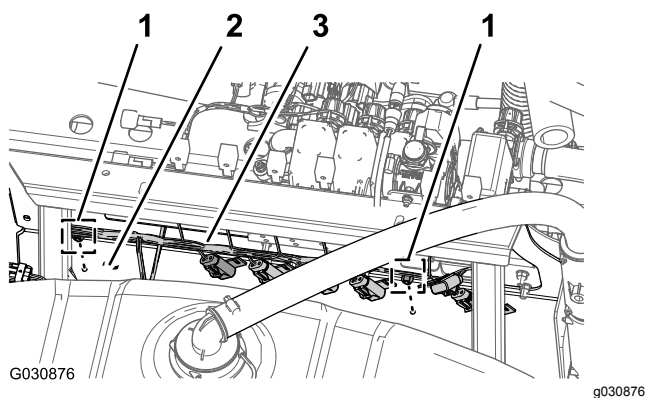

Figura 56
3. Retire la grapa que sujeta el arnés de cables trasero a los orificios del lado delantero del soporte del distribuidor (Figura 56).